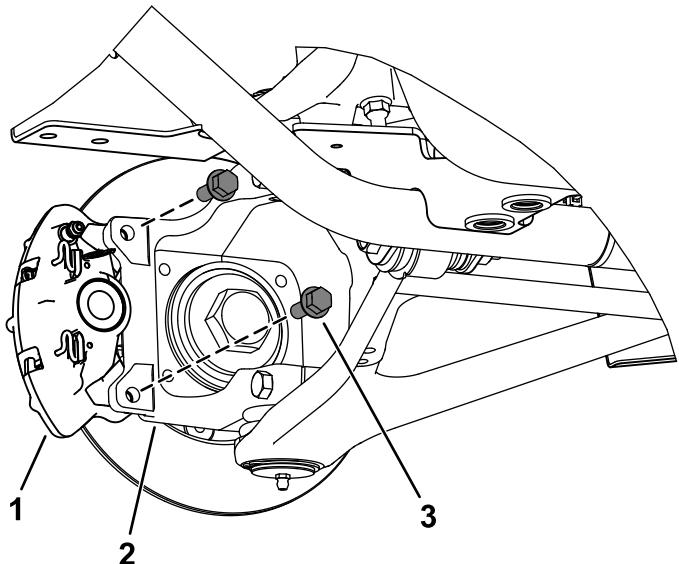

図4
4. ブレーキキャリパーセンブリをステアリングナックル機体前部とアクスル機体後部に固定しているフランジヘッドボルト $3/8 \times 1$ インチを外して、ブレーキキャリパーセンブリを取り外す図4。